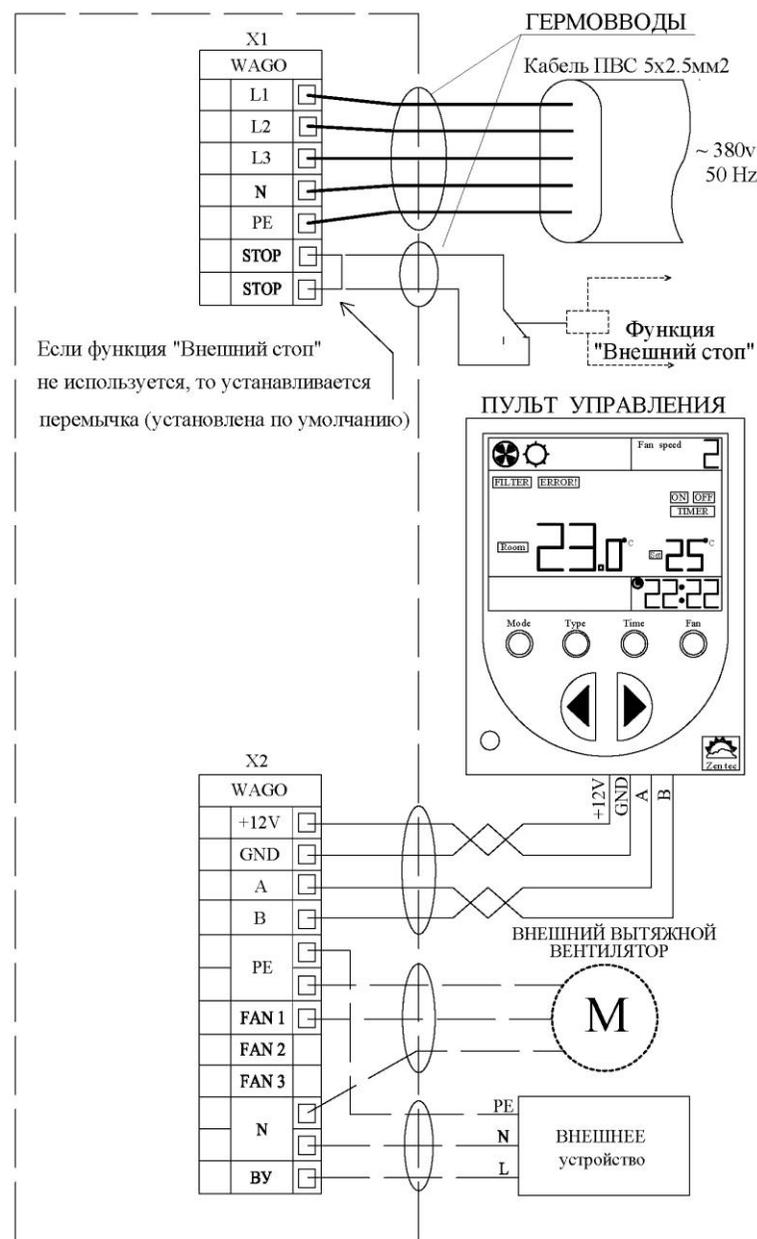

Рис. 3
Подключение ПВУ КОЛИБРИ производится в соответствии с рисунком (Рис. 3). Две клеммные колодки расположены внутри корпуса за съёмным блоком автоматики, нагрева и вентиляции (2) рядом с соответствующими гермовводами (10). Чтобы снять основной блок, необходимо разъединить три разъема типа ШР (13), снять фиксацию замков-защелок (11) и выдвинуть его в сторону фильтра. Силовой кабель (ПВС 5x2.5) необходимо подключать непосредственно к электрошлиту через отдельный трехфазный автоматический выключатель на 25А для К-700 (32А для К-1000). Панель управления подключается двумя витыми парами. Рекомендованный кабель – FTP-5 или УТР 2x2. Кабели от ПВУ следует пропускать через установленные в корпусе гермовводы (10).